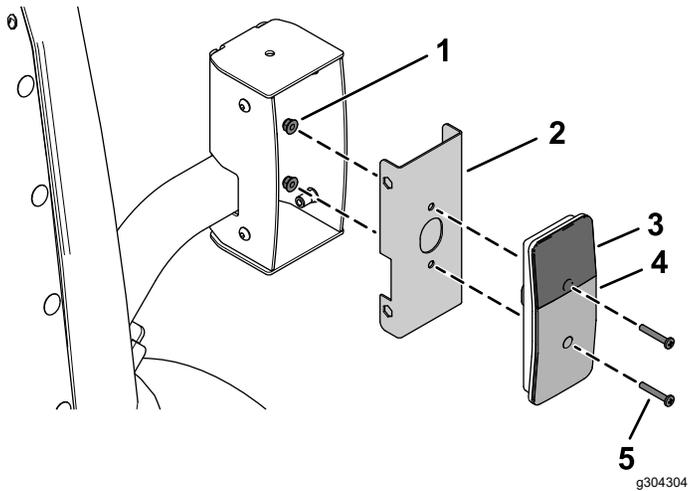
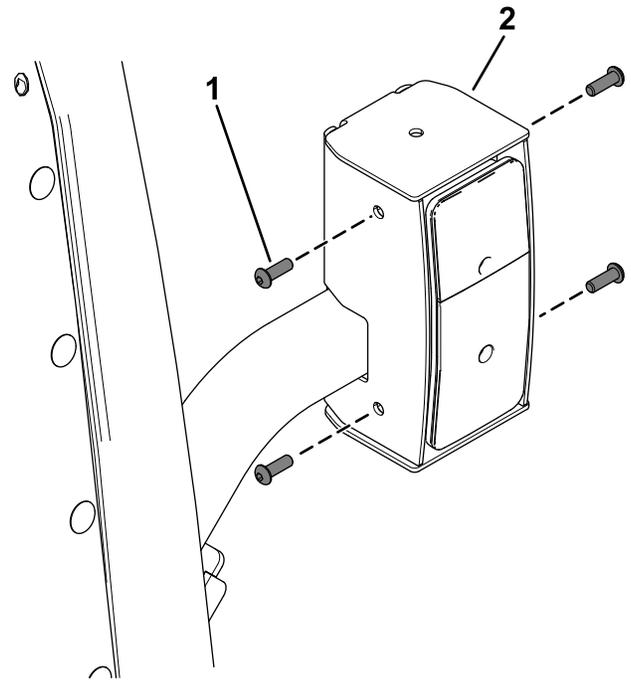

Figura 36
Figura 37
- Fije las luces traseras a los conjuntos de bastidor interiores con 4 pernos de cabeza plana (Nº 10 x 1-¼") y 4 tuercas con arandela prensada (Nº 10), tal y como se muestra en la Figura 36.
- Fije las luces traseras montadas a las carcasas de las luces traseras con 8 pernos de cabeza de botón (¼" x ¾"), tal y como se muestra en la Figura 37.
Asegúrese de que instala las luces traseras con la lente amarilla en la parte superior (Figura 36 y Figura 37).